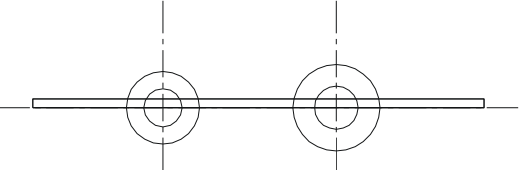

图 12-1-4
STEP 04 在主视图上，转换到箱盖凸台线图层，画出四个直径分别为 44，84，50，100 的圆。下面只讲述画两个圆的步骤，其他与此类似。最后效果如图 12-1-4 具体操作如下：